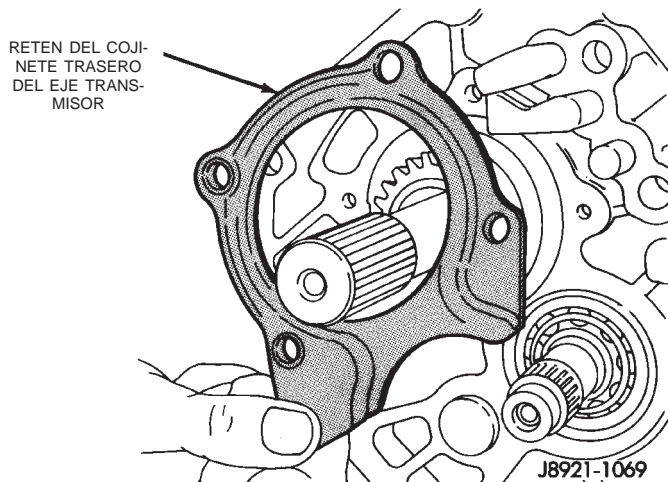

Fig. 62 Desmontaje del retén del cojinete trasero del eje transmisor
(14) Retire el retén del cojinete trasero (Fig. 62).